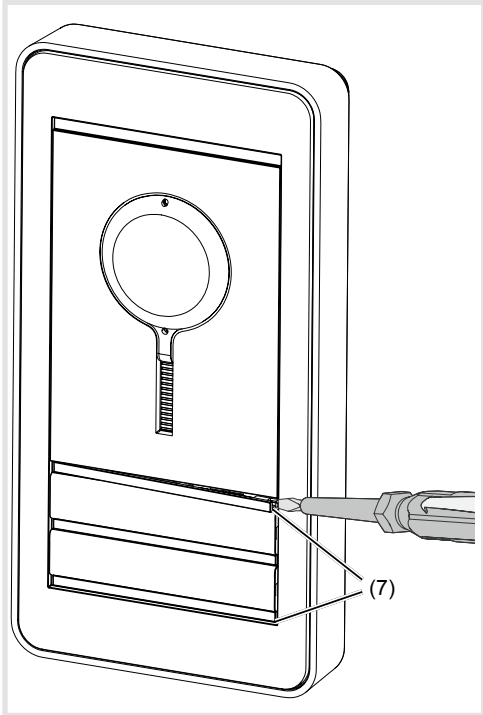

Figura 18: svitatura delle strisce di copertura
- Sollevare in avanti ed estrarre le strisce di copertura di bloccaggio (7) sopra e sotto con il cacciavite (figura 18).